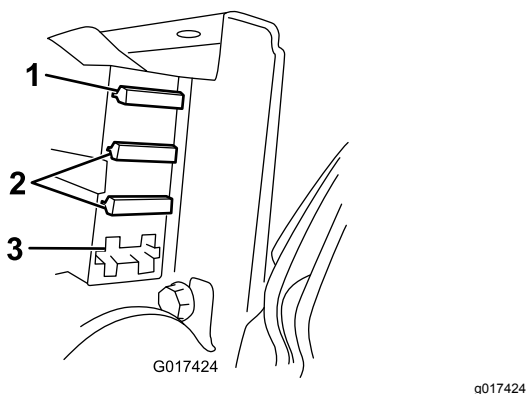

図 42
3. ヒューズボックス内部のヒューズを点検する 図 42。
- 飛んでいるヒューズを発見した場合には、所定の電圧および電流値のものに交換する 図 42。